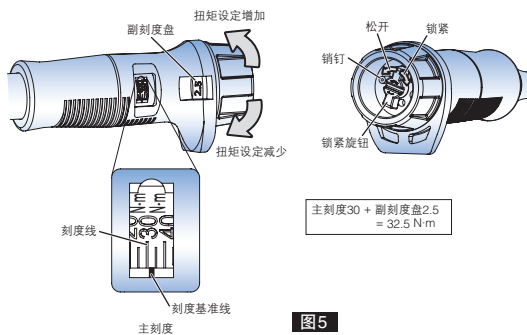

图5
例3 QL/CL附带黑色树脂手柄(QL50N~280N等)时(图5)
- ① 向左旋转松开锁紧旋钮。(图5)
- ② 旋转副刻度盘,设定扭矩值。(主刻度+副刻度)
- ③ 向右旋转锁紧旋钮,将副刻度盘锁紧。(图5)
- ① 边看着主刻度边转动副刻度盘,直至主刻度的30N·m刻度线接近刻度基准线,然后慢慢转动副刻度盘,使副刻度盘的0位对准红点。此时设定的扭矩值为30N·m。
- ② 边看副刻度盘边向右(正方向)转动,使副刻度盘对准2.5。此时设定的扭矩值为32.5N·m。(图5)